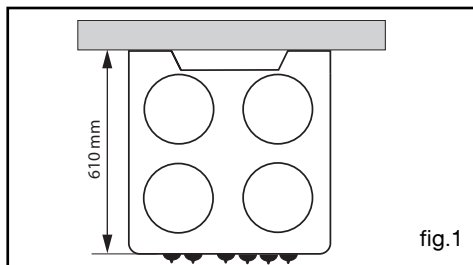

fig.1
• **Plat lèchefrite multi-usages fig.1**
Vous devez respecter la côte d'encastrement suivante (fig.1, vue de dessus):